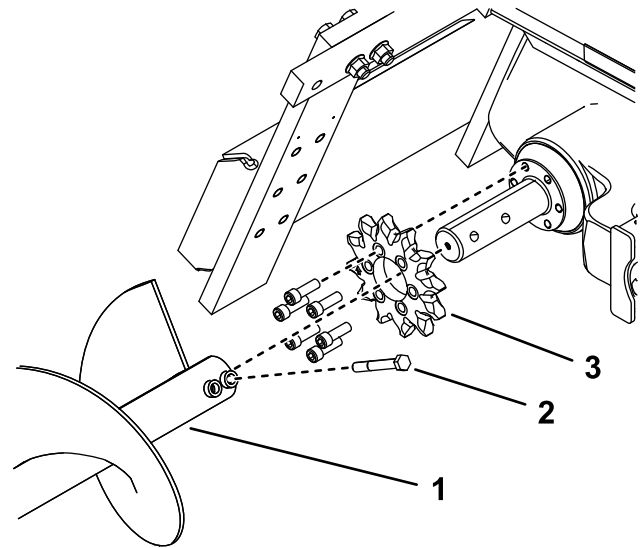

Bild 16
4. Entfernen Sie die Schuttschnecke (Bild 16).
9. Entfernen Sie die 6 Schrauben, mit denen das Antriebskettenrad befestigt ist (Bild 16).
10. Entfernen und entsorgen Sie das Antriebsrad (Bild 16).
12. Schieben Sie das neue Zahnrad auf die Welle, siehe Bild (Bild 16).
13. Drehen Sie die sechs Schrauben handfest in das Antriebsrad (Bild 16).